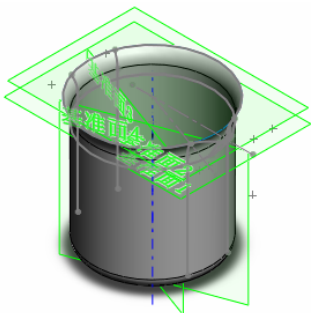

图 7-123 生成曲线后的图形
⑨ 生成其他曲线。重复步骤⑦~⑧, 生成其他 3 条曲线, 其中 1 条为“基准面 3”和“曲面旋转 1”的交叉曲线, 其他 2 条为“基准面 4”和“曲面旋转 1”的交叉曲线。结果如图 7-123 所示。